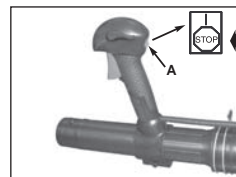

Fig. 16
**Procédure d'arrêt d'urgence.** Quand il est nécessaire d'arrêter immédiatement le moteur du souffleur, maintenez enfoncé l'interrupteur ON(marche)/STOP (A) jusqu'à ce que le moteur s'arrête complètement (Figure 16).
**Mode d'arrêt normal.** Pour un arrêt normal, relâchez la gâchette et laissez le moteur revenir au ralenti. Puis maintenez l'interrupteur ON(marche)/STOP (A) enfoncé jusqu'à ce que le moteur s'arrête complètement. (Figure 16)